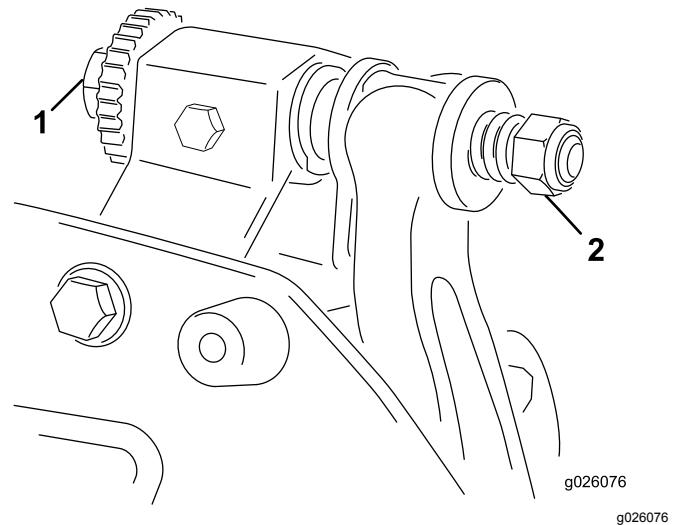

Figura 11
- A. Rode os parafusos de ajuste da barra de apoio no sentido dos ponteiros do relógio (Figura 11), um clique de cada vez, até que se veja e ouça um leve contacto.
6. Rode o parafuso de ajuste da barra de apoio direita (Figura 11) até sentir uma ligeira pressão no calço deslizando-o de um lado para o outro. Retire o calço.